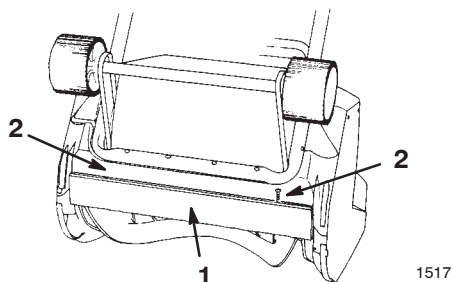

Figure 10
La lame racleuse est située au bas du carter de rotor, comme illustré à la Figure 10.
1. Enlevez les 2 vis de fixation de la lame racleuse sur la déneigeuse (Fig. 10).